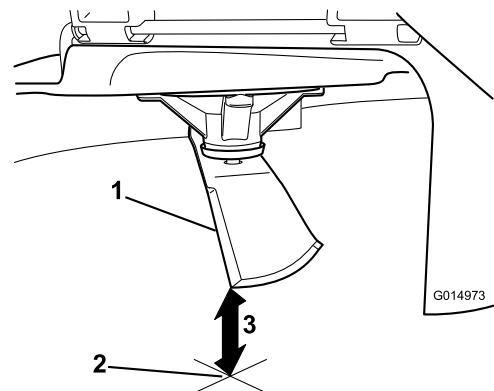

Figure 92
5. Mesurez la distance entre la pointe de la lame et la surface plane (Figure 92).